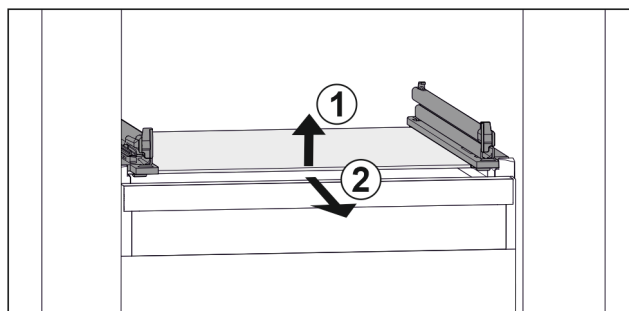

Fig. 125 玻璃隔板例图
- ▶ 抬起玻璃隔板前部。 Fig. 125 (1)
- ▶ 向前取出玻璃隔板。 Fig. 125 (2)